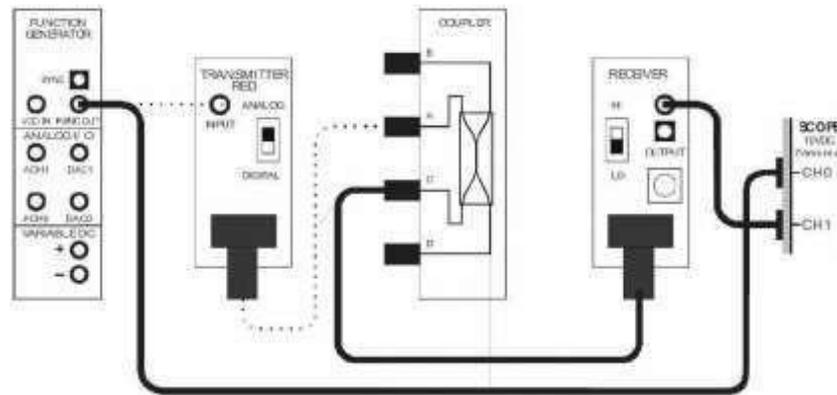

Figura 6.
9. Cambiar el conductor óptico del puerto B al puerto C y el otro extremo del conductor al receptor anteriormente utilizado (Figura 6).